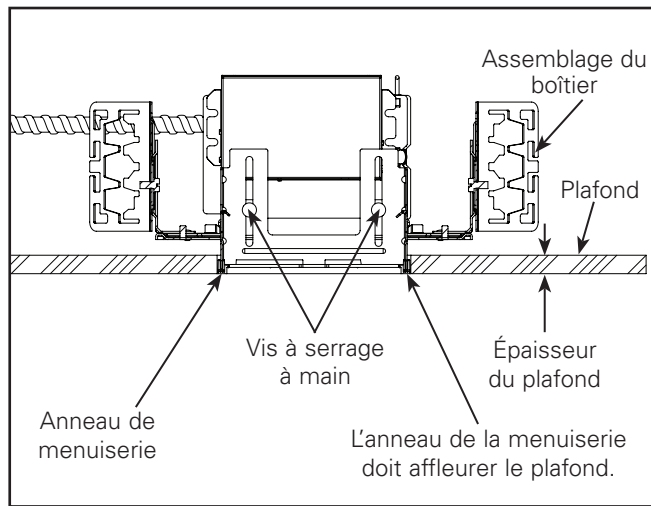

Figure 5
***IMPORTANT :** Assurez-vous que l'anneau de menuiserie affleure le plafond après l'installation du boîtier. Utilisez les vis à oreilles pour régler la hauteur du collier vertical du boîtier*. Voir la Figure 5 pour référence.